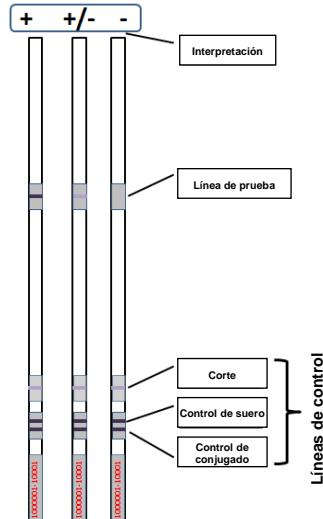
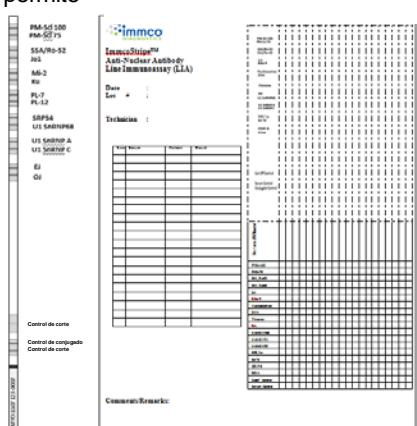

Figura 1: El esquema de reacción tira LIA con una tira reactiva.
Figura 2: Esquema de la Hoja de Reporte
- Las líneas de prueba están colocadas por encima de las líneas de control de corte, suero y conjugado como se describe en el esquema (Figura 1). Las líneas de control de suero y conjugado aparecen en la misma sección de nitrocelulosa en la parte inferior de la tira.
- Como aparece en la etiqueta de la Figura 1, las líneas de control de suero y conjugado deben ser claramente positivas indicando que el experimento tuvo éxito. El corte es una línea débil con variación en intensidad basado en las condiciones experimentales. El esquema de la Figura 1 muestra un ejemplo de línea de prueba. En el LIA para Miositis (Figura 2) hay 14 líneas de prueba y 3 líneas de control. El desarrollo de la línea de prueba depende de la muestra. Las reacciones positivas pueden presentar intensidades variables de débil a fuerte. **Las reacciones débiles deben compararse con la intensidad de la línea de corte que se facilita en la tira.** Las reacciones que son claramente más oscuras o más densas que la intensidad de la línea de corte deben considerarse positivas.
El LIA para Miositis es capaz de detectar autoanticuerpos contra los siguientes抗ígenos: PM-Scl100, PM-Scl75, Ro-52, Jo-1, Mi-2, Ku, PL7, PL12, SRP54, U1RNP68, U1RNP A, U1RNP C, EJ y OJ. Consulte la Figura 2 para obtener抗ígenos individuales y puestos de línea de control.